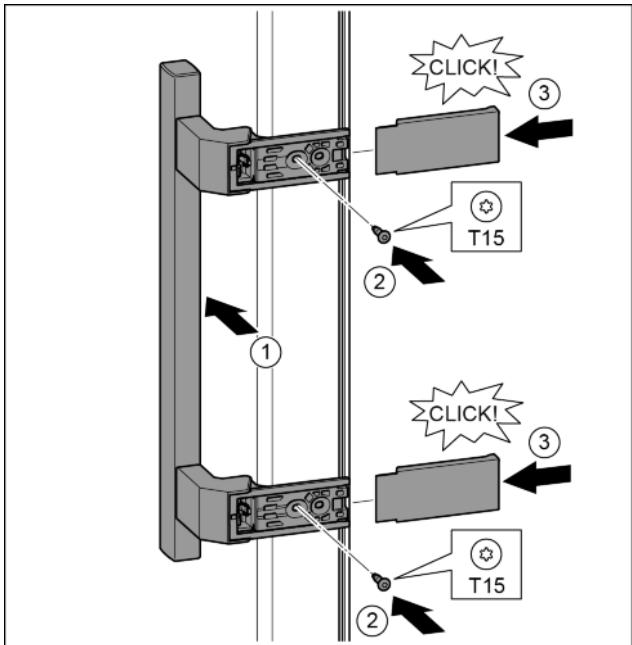

Fig. 18
- ▶ Установить ручку на противоположной стороне. *Fig. 18 (1)*
- ▶ Затянуть винты отверткой T15. *Fig. 18 (2)*
- ▶ Установить крышки сбоку и надвинуть. *Fig. 18 (3)*